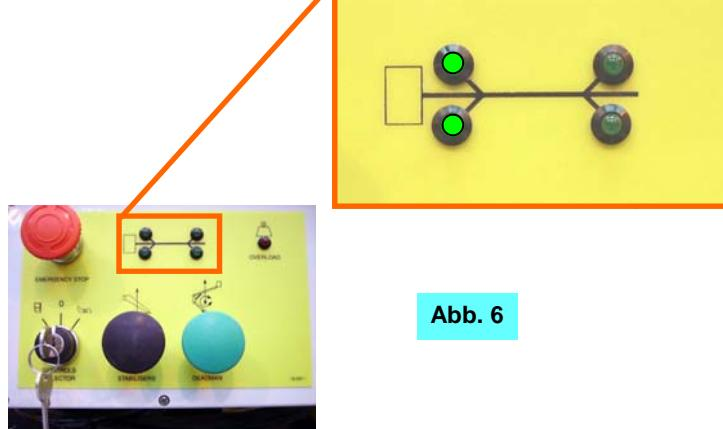

Abb. 6
5. Senken Sie die Abstützungen 1 u. 2, bis die grüne LED-Anzeige anzeigt, dass sie im Lastbetrieb sind (*Abb. 6*).